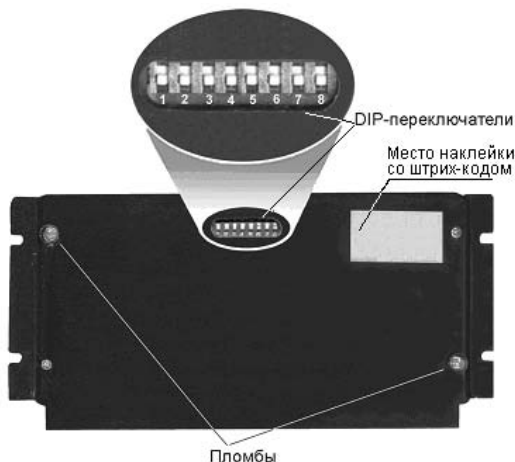
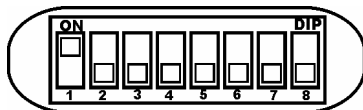

Рисунок 8 – DIP-переключатели контроллера
Рисунок 9 – Возможные положения переключателя
Ввод осуществляется при помощи восьмиразрядного DIP-переключателя на задней панели (рисунок 8). **Первый разряд – младший.** Для ввода двоичного нуля переключатель соответствующего разряда следует перевести в нижнее положение (OFF), а для ввода единицы – в верхнее (ON) (рисунок 9).
С обратной стороны корпуса контроллера установлены пломбы для контроля несанкционированного вскрытия (см. рисунок 8). **Нарушение пломб ведет к снятию гарантии.**